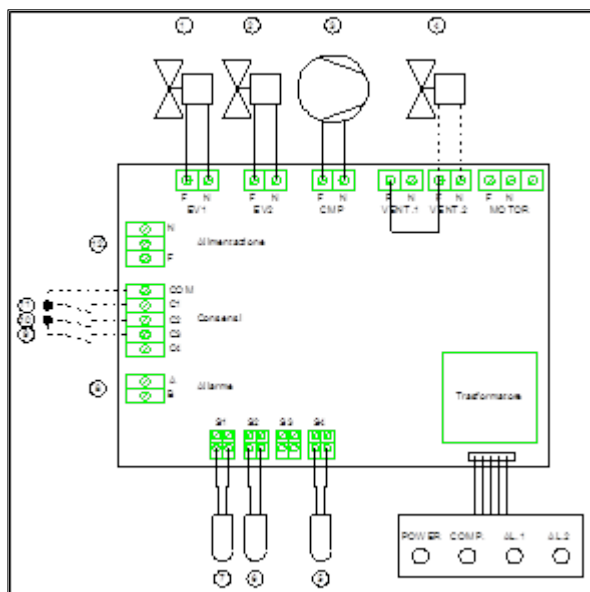

Figura 6
- I fili di alimentazione vanno collegati al morsetto a vite 12 (vedi figura 6);